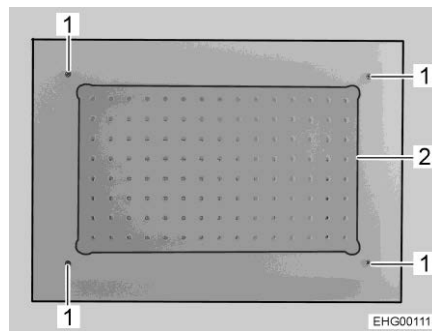

Fig. 312 Plafonnier
- Dévisser les 4 vis (Fig. 312,1).
- Retirer la plaque en verre (Fig. 312,2) sur laquelle des DEL sont fixées.
- Mettre la nouvelle plaque en verre avec les DEL en place et la fixer avec 4 vis (Fig. 312,1).